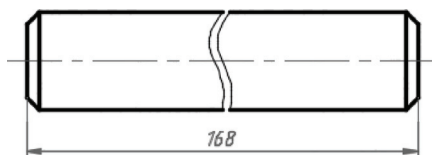

图 8-83 原始图形
- 1 打开“折弯线性即学即练.dwg”文件，原始图形如图 8-83 所示。